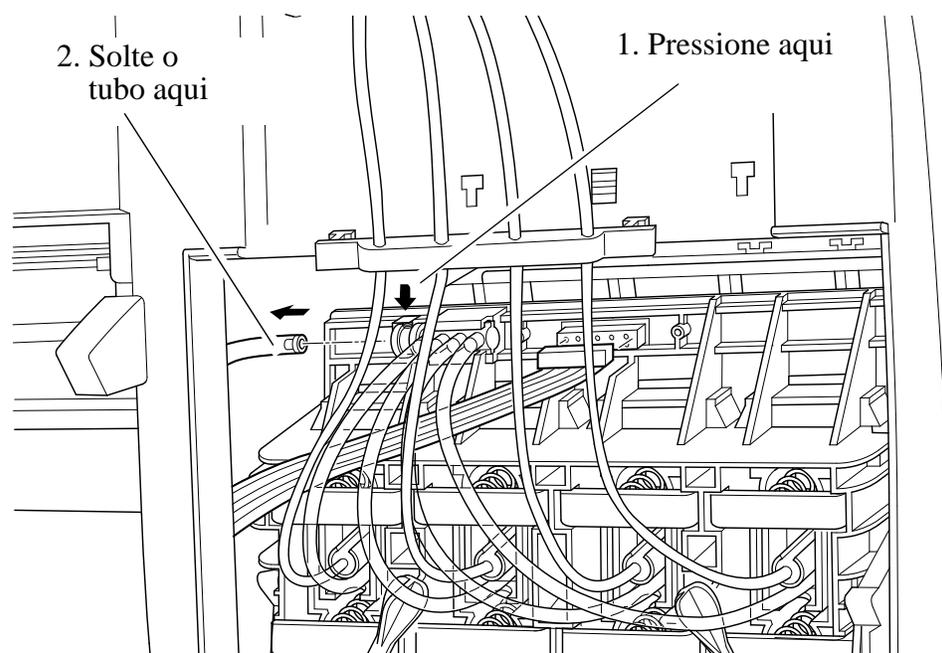

Figura 61: Tubo de ar
12. Desconecte o tubo de ar (consulte a Figura 61).